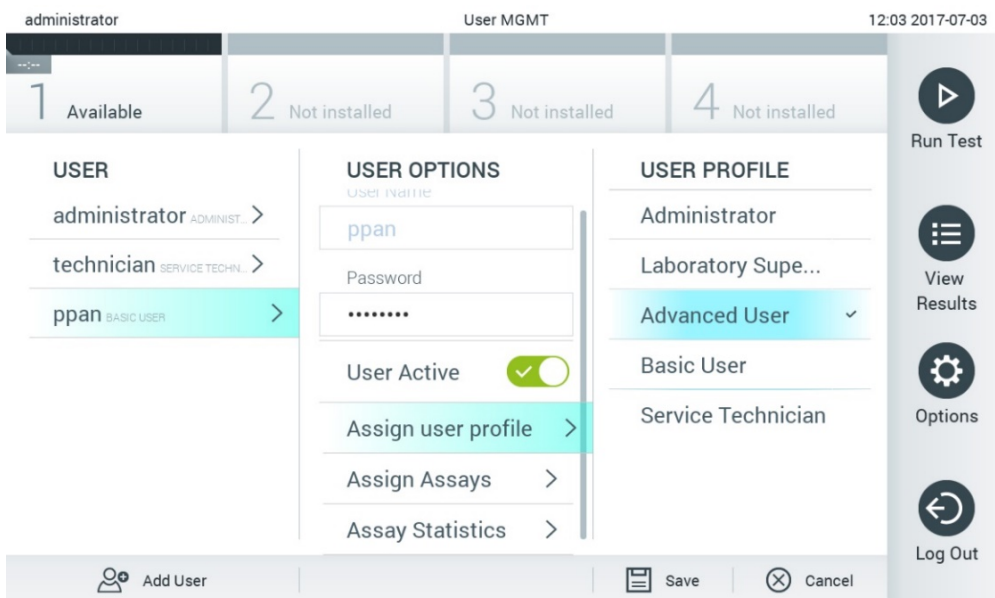

Bild 61. Tilldela användarprofiler till användare.
- Assign User Profile (Tilldela användarprofil): Låter dig tilldela en annan användarprofil till den användaren (t.ex. Administrator (Administratör), Laboratory Supervisor (Laboratorieansvarig), Advanced User (Avancerad användare), Basic User (Grundläggande användare)). Välj lämplig användarprofil från listan till höger i innehållsområdet (bild 61).